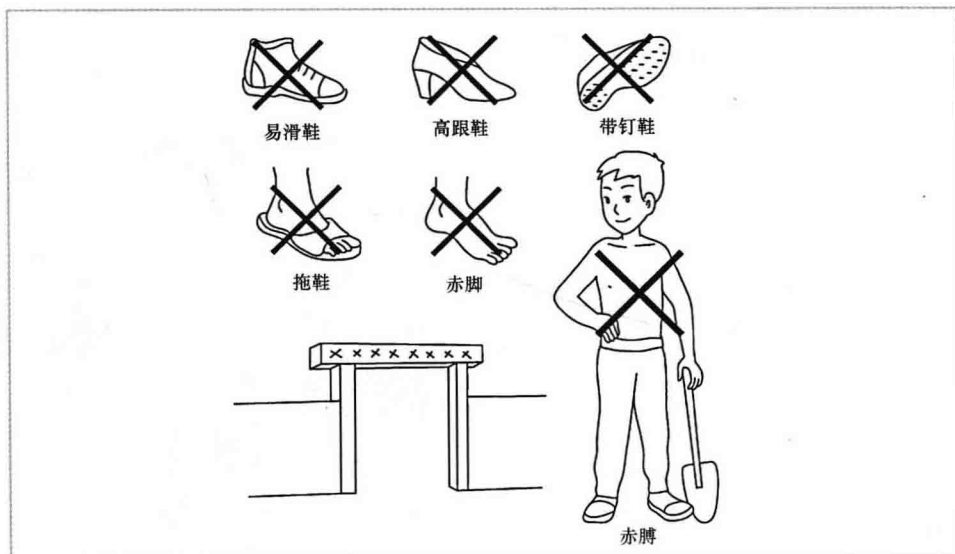

图 1-8 施工现场穿着禁忌
5. 施工现场严禁穿高跟鞋、硬底鞋、拖鞋, 严禁赤脚和赤膊进入工地, 如图 1-8 所示。